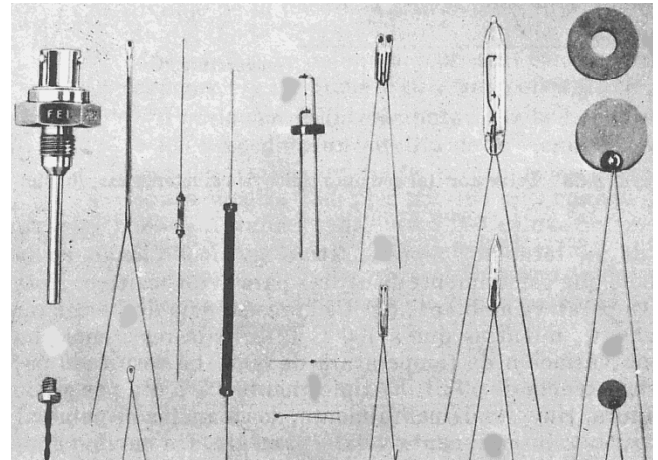

Figura I.38
- **El tipo de encapsulado:** Otra clasificación de los termistores es su estructura física, la cual se observa en la figura I.38. Observe las diferentes formas de termistores, todas aplicables al lugar de trabajo.